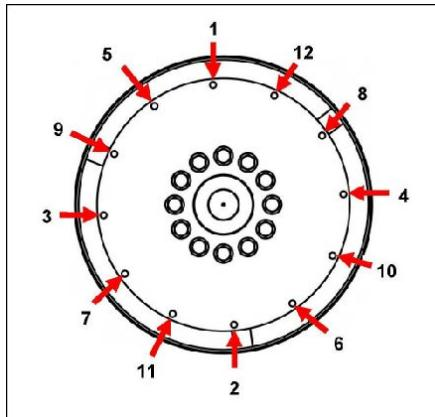

図 15. 固定手順
10. アライメント ダウエルを取り外します。肉厚ワッシャーをヘッドの下で使用して、カップリング ボルトを取り付けます。表示の順番で、ボルトを締め付けて、カップリング ディスクをフライホイールに固定します 図 15 ページ 27。